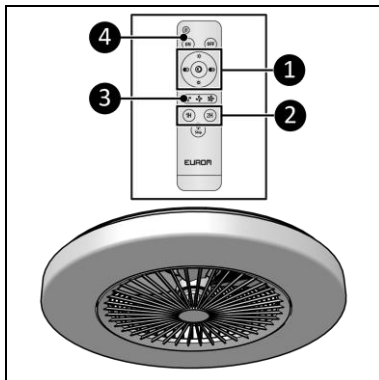

Abbildung 13
1. Drücken Sie den LED AN-Schalter (Abbildung 13, Pos 4.).
2. Stellen Sie die gewünschten Lichteinstellungen ein mit (Abbildung 13, Pos. 1):
1. Drücken Sie die Ventilatoreinstellungstaste, bis die gewünschte Ventilatoreinstellung erreicht ist (Abbildung 13, Pos. 3):
1. Stellen Sie mit den Tasten 1H oder 2H den Countdown-Timer ein (Abbildung 13 Figure ,